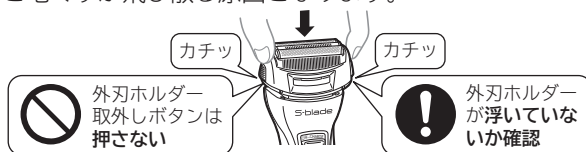

図19
4 外刃ホルダーを取りつける。(図19)
- 3 掃除した後は、キワゾリ刃を収納して、外刃ホルダーを取りつける。(図19)